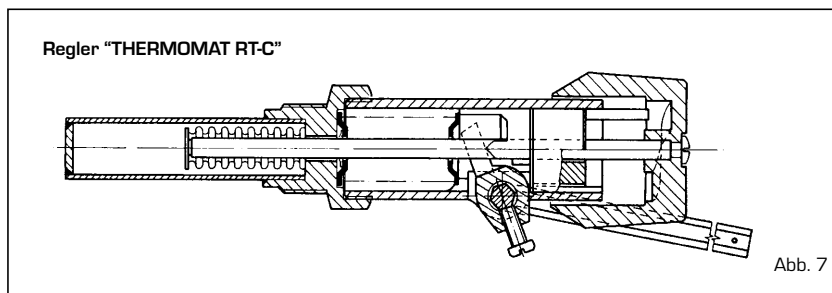

Abb. 7
4.6.1 Regler "THERMOMAT RT-C" (Abb. 7)